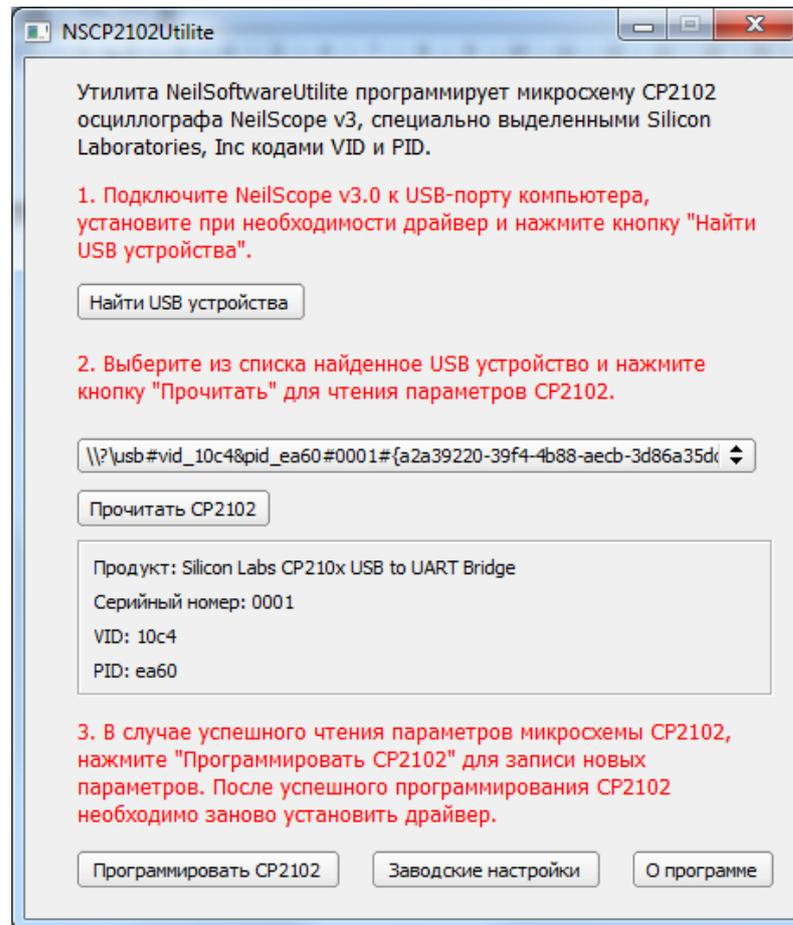

Рис.12 Окно утилиты NSCP2102Utilite
15. Загрузить и запустить программу «NSCP2102Utilite2». Нажать кнопку «Найти USB устройства». Выбрать из выпадающего списка найденную микросхему CP2102 и нажать кнопку «Прочитать CP2102». Программа отобразит текущие настройки микросхемы CP2102 (Рис.12).